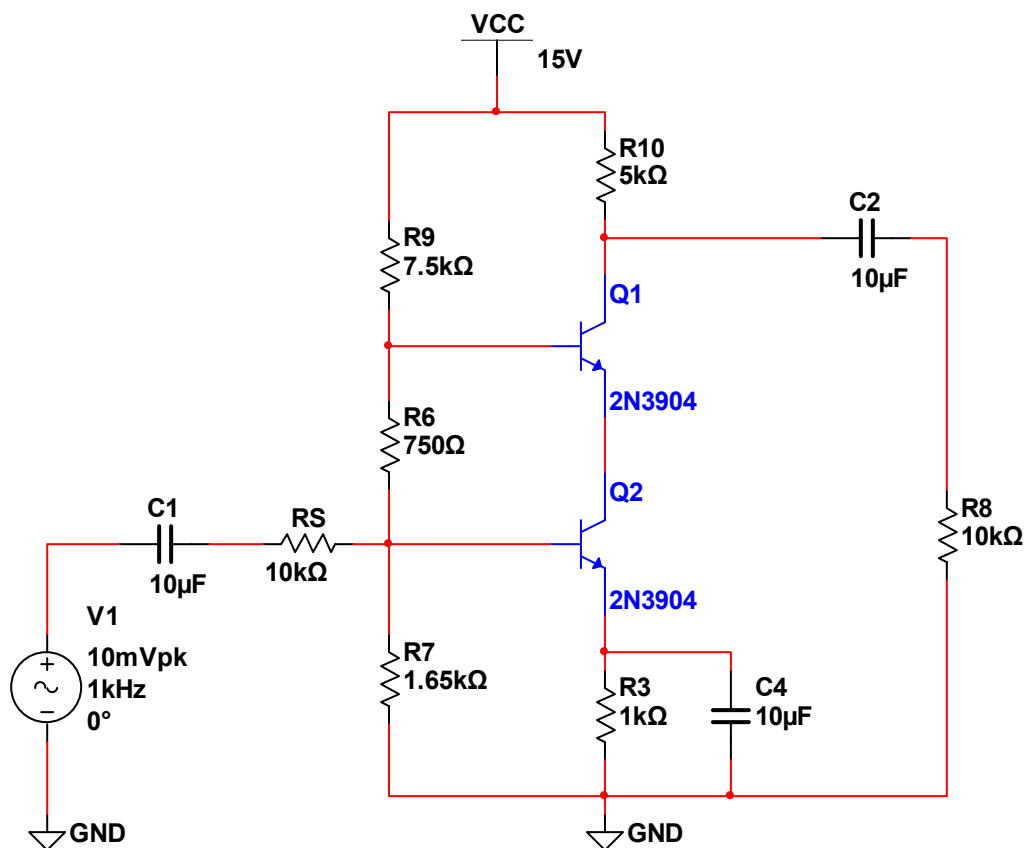

рис. 4.3.2
- 2.1. Собрать схему каскадного усилителя (рис. 4.3.2). Установить значения элементов, соответствующие варианту (табл. 4.3.2).